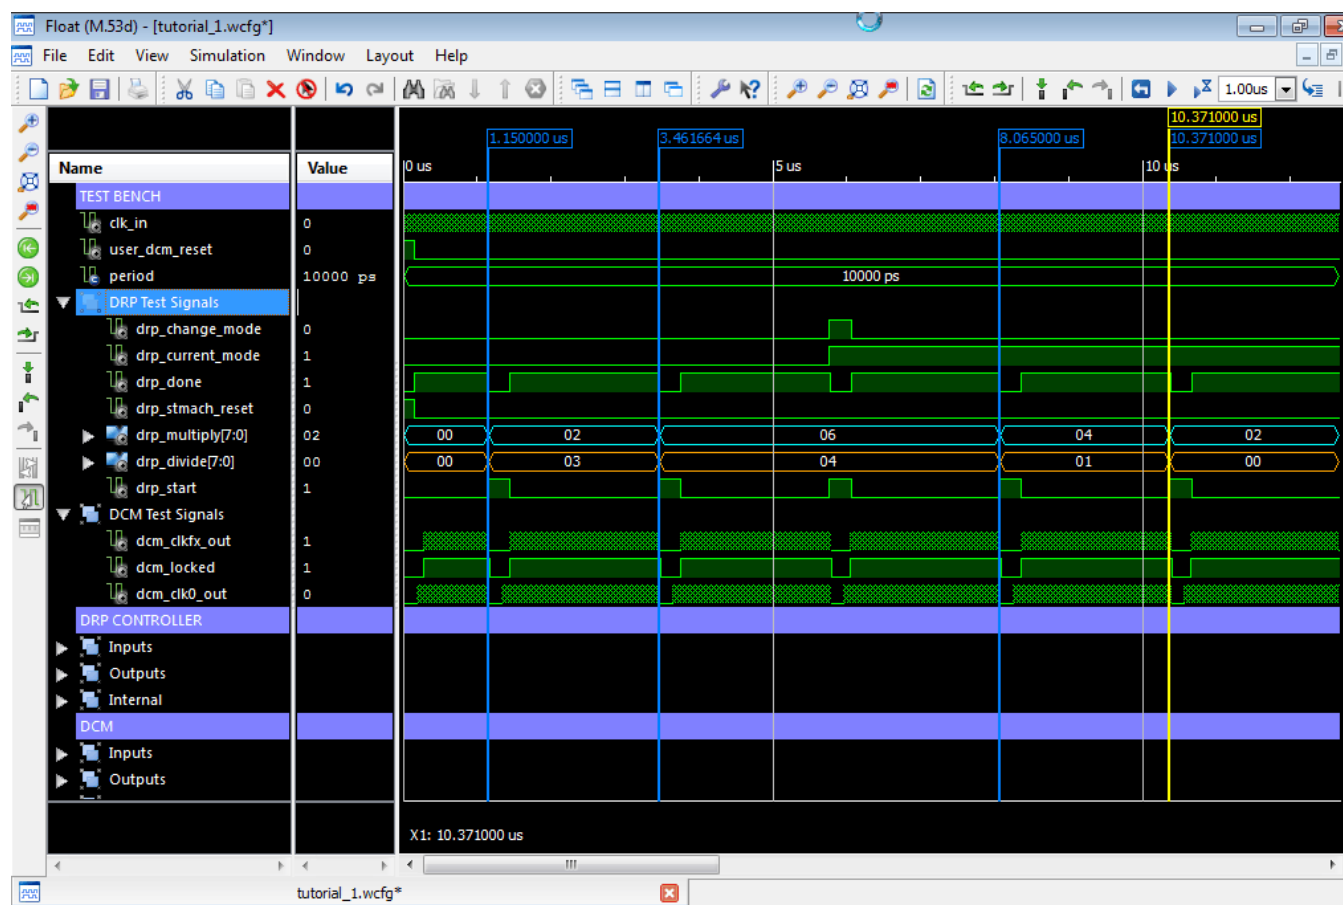

図 4-36 : テスト開始地点をマーカーで識別
4. この手順をテストベンチで実行される 4 つのテストすべてで繰り返します。波形ウィンドウは、図 4-36 のように表示されます。